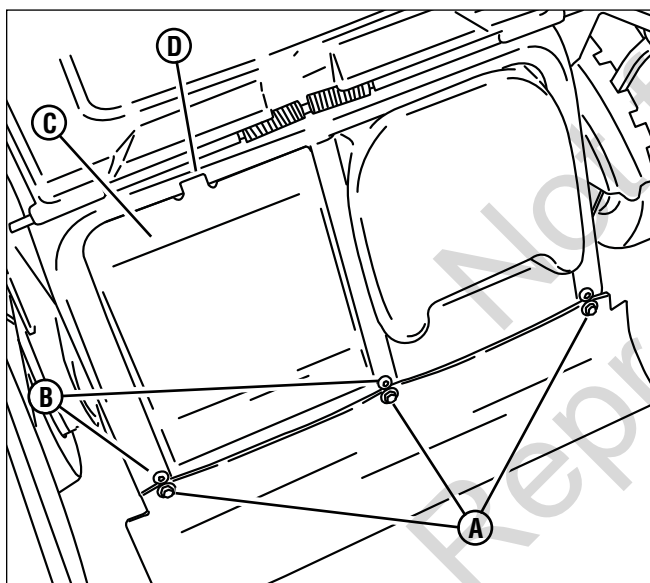

Figure 23 : Dépose du couvercle arrière
1. Ôtez les trois fixations (**A**, **Figure 23**) qui maintiennent le tablier arrière sur la machine.